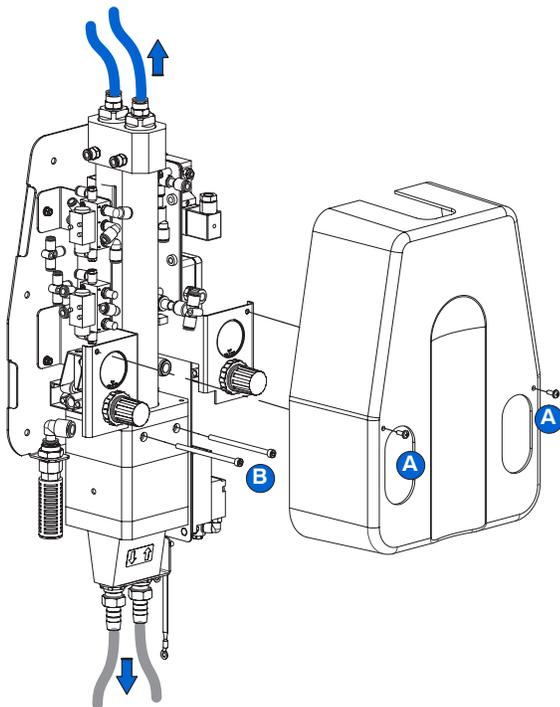
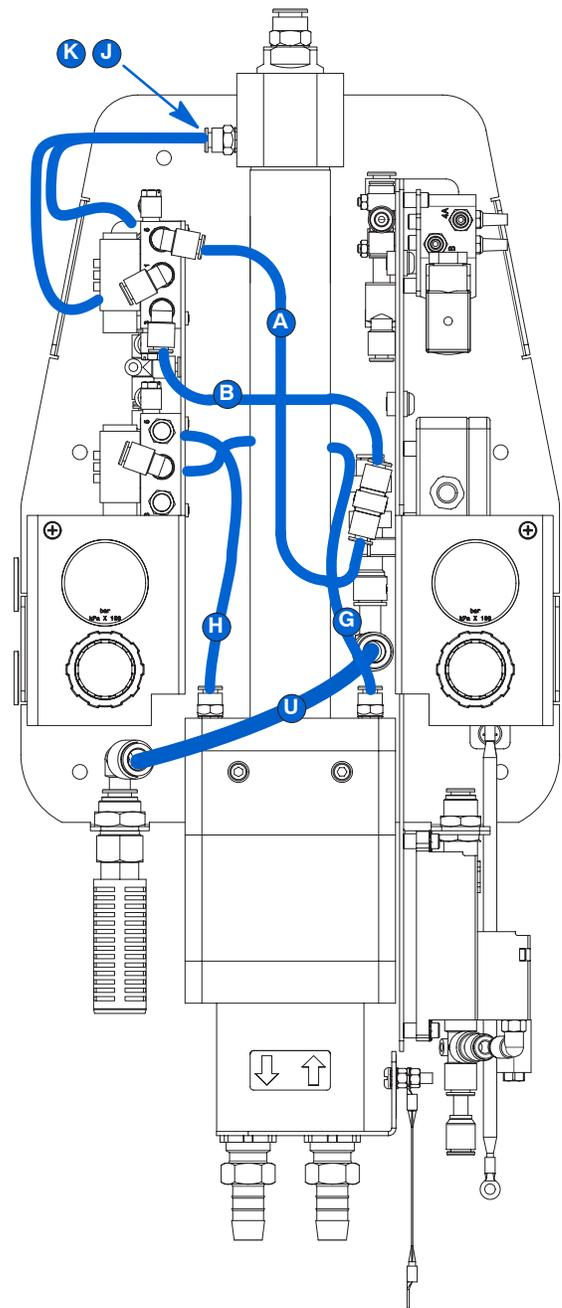

Figura 11 Smontaggio del gruppo pompa
Figura 12 Scollegamento dei tubi dell'aria
1. Vedi Figura 11. Staccare i condotti dell'aria di spurgo dalla sommità della pompa.
3. Togliere le due viti (A) e la copertura dalla pompa.
4. Vedi Figura 12. Scollegare un'estremità dei sette tubi dell'aria indicati.
**NOTA:** Le lettere della figura 11 corrispondono alle lettere del Diagramma dei tubi a pagina 28.
5. Vedi Figura 11. Togliere le due viti (B) che fissano il gruppo pompa alla base. Spostare il gruppo pompa su una superficie di lavoro pulita.